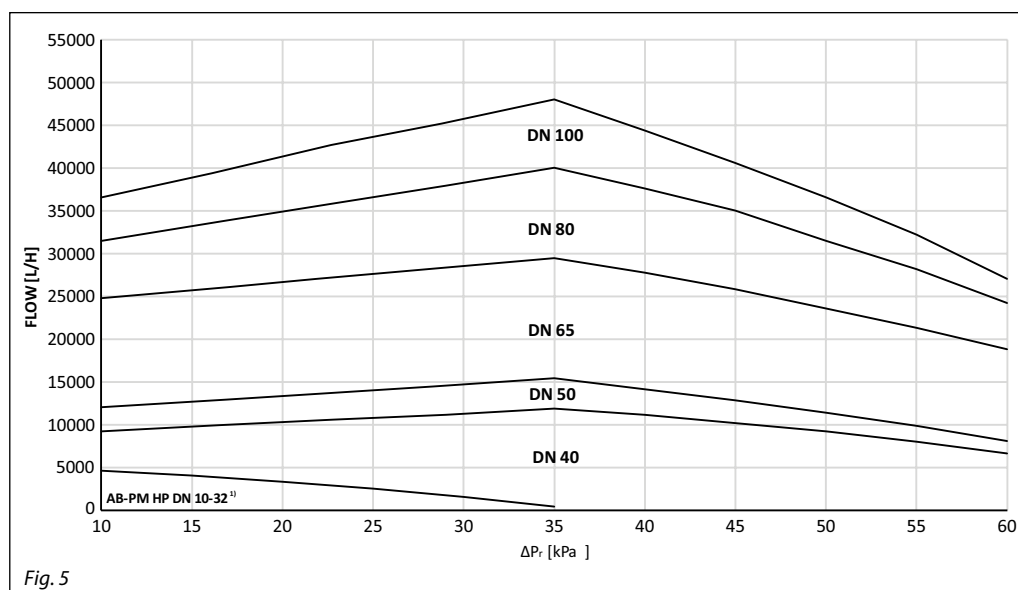

Fig. 5
L'AB-PM deve essere dimensionata in base al fabbisogno di portata (Q) e alla perdita di pressione differenziale necessaria per la zona (Δp_r). La portata massima/ Δp_r per le varie dimensioni è riportata nella guida al dimensionamento (fig. 5). Quando la dimensione del tubo è stata selezionata, è possibile identificare il dimensionamento specifico, la selezione e l'impostazione in base a Q e Δp_r nelle figure 6-10. In alternativa, le tabelle 1-5 possono essere usate per il dimensionamento di AB-PM.